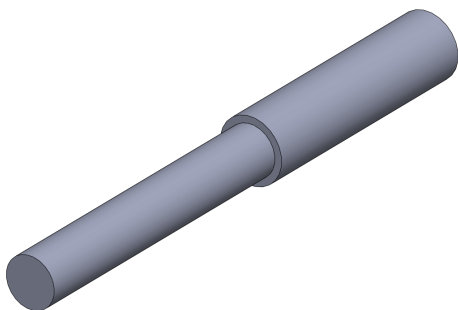

图 7-6 打开素材模型
(1) 单击常用工具栏中的【打开】按钮, 打开一幅素材模型, 如图 7-6 所示。